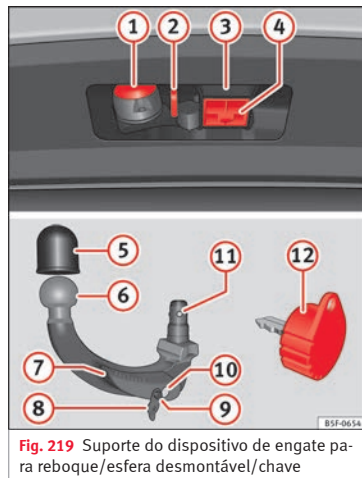

Fig. 219 Suporte do dispositivo de engate para reboque/esfera desmontável/chave
Legenda da »» **Fig. 219:**
- Retire o tampão de alojamento do gancho (4) » Fig. 219 para baixo.
- Coloque o tampão (4) » **Fig. 219** no seu alojamento.